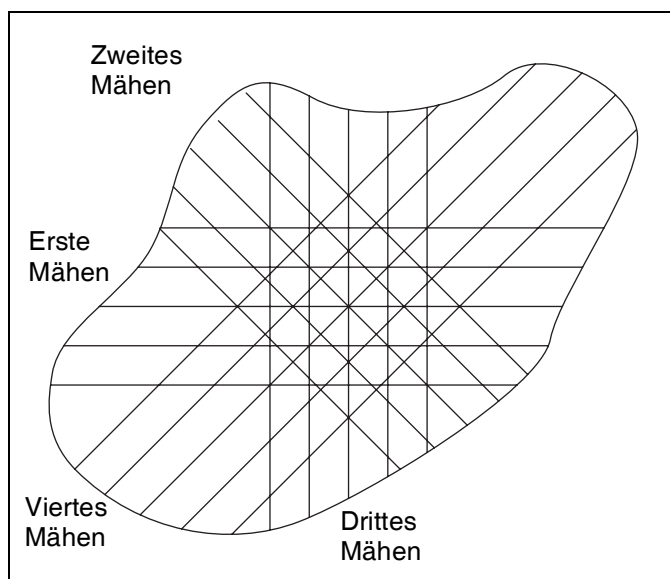

Abbildung 6F
5. Für eine noch ebenere Spielfläche und besseres Aussehen das Mähmuster bei jedem Mähen des Grüns ändern. Die Muster auf **Abbildung 6F** sind lediglich Vorschläge, der Bediener oder Verwalter des Platzes kann für jedes Grün ein passendes Muster bestimmen.